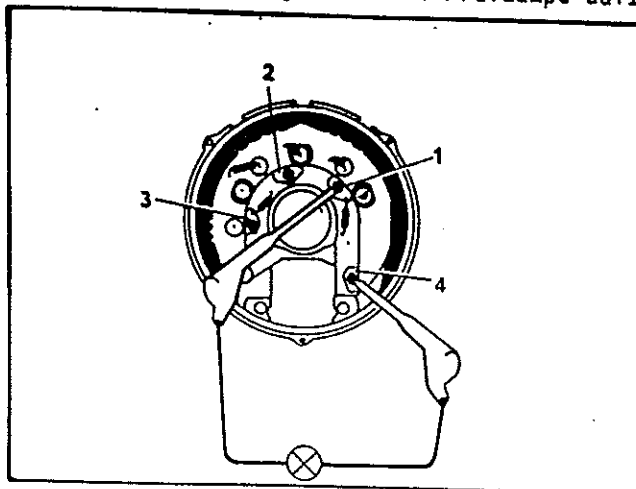

Bild 22: Zusatzdioden überprüfen
Durchgangsprüfer, Prüflampe und Spannungsquelle in Reihe an die Zusatzdioden SY 360 anschließen. Dabei Minuspol an Meßpunkt (4) und Pluspol nacheinander an die Meßpunkte (1), (2) und (3) Bild 22. Bei allen Überprüfungen muß die Prüflampe aufleuchten.